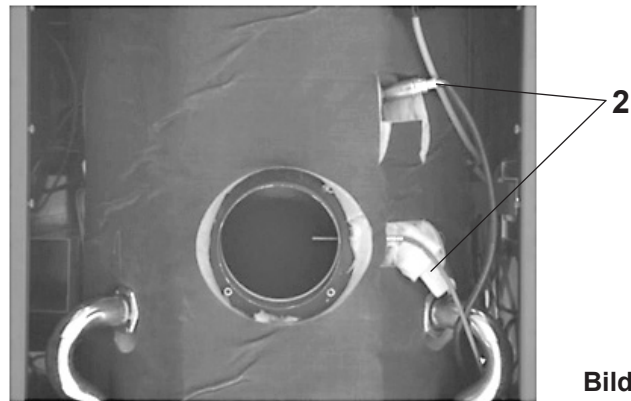

Bild 09
2. Lambdasonde (2, Bild 09) demontieren und mit Pinsel und Staubsauger reinigen.